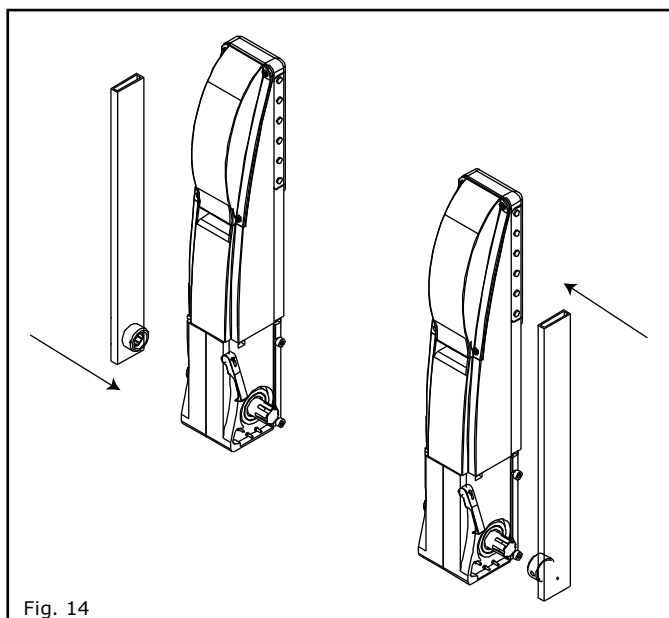

Fig. 14
- a) Inserire il braccio con ghiera dentata nell'uscita dell'albero motore e fissarlo con il grano M8x8 fornito in dotazione (Fig. 14).